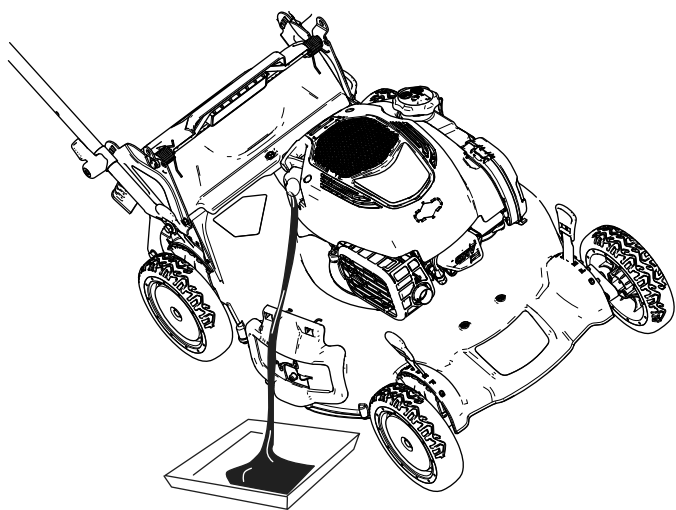

Figure 40
4. Basculez la machine sur le côté (filtre à air en haut) pour vidanger l'huile usagée par le tube de remplissage (Figure 40).